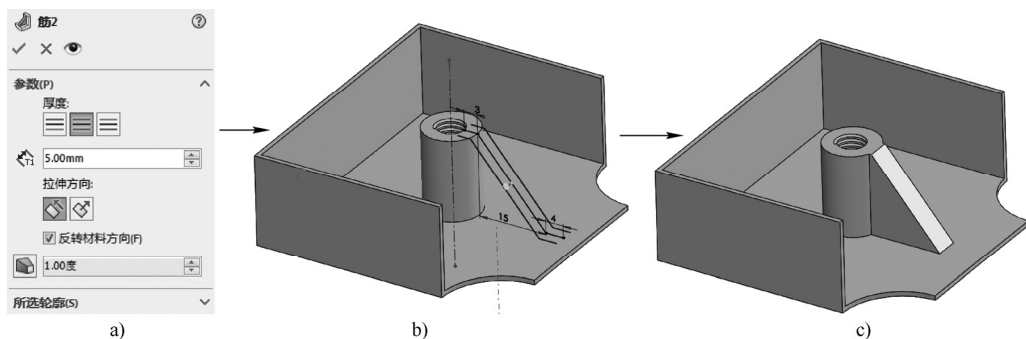

图 3-77 创建“筋”特征
STEP 2 单击“特征”工具栏中的“筋”按钮，选择“步骤1”中绘制的草绘图形，并在弹出的“筋”属性管理器中设置相关参数，单击“确定”按钮完成筋的添加，如图3-77所示。